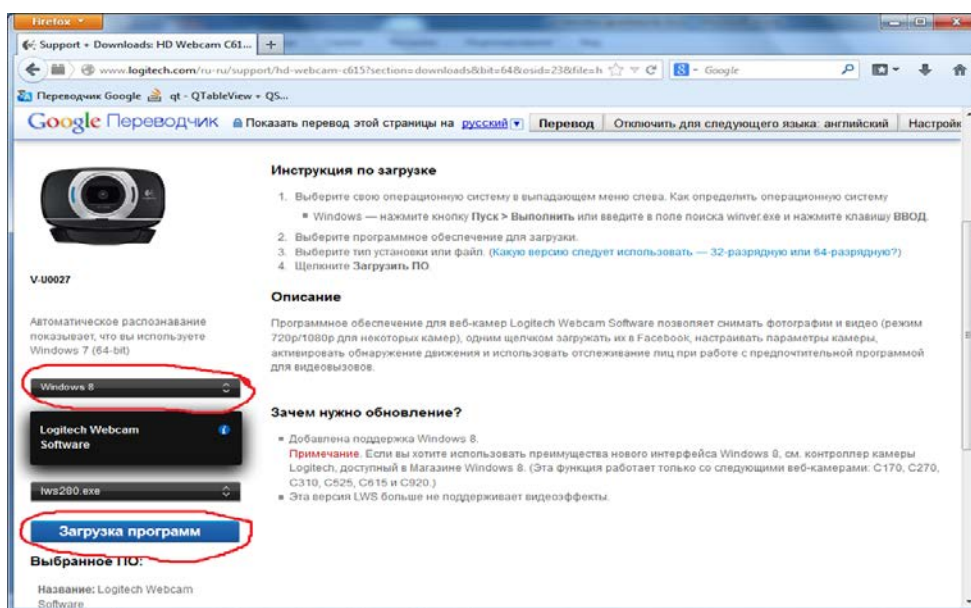

Рис.2
- Включить тумблер питания, при этом должен включиться источник света (рис.2 стр.7).